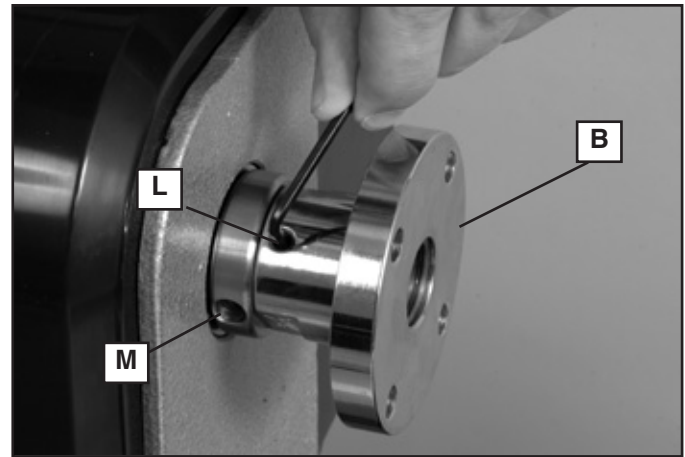
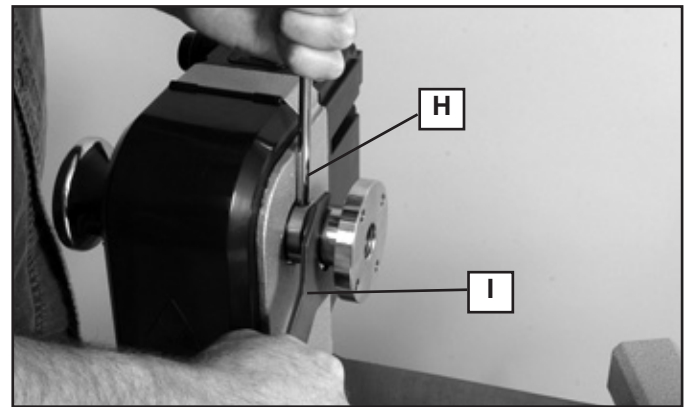
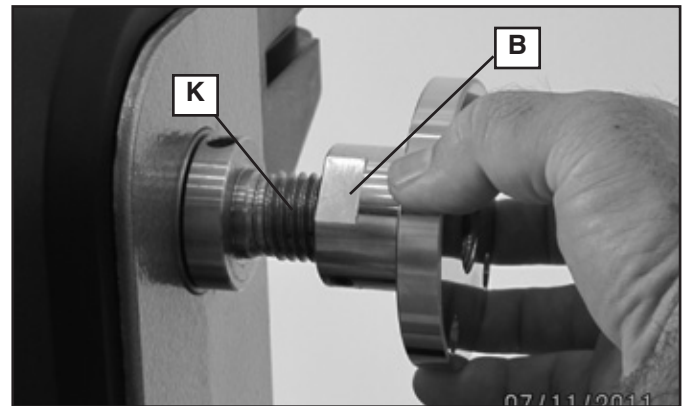

Fig. 2
Fig. 3
Fig. 4
- Para evitar lesiones, cuando utilice la placa frontal incluida de 76 mm (3 pulg.) (B) Fig. 2, no monte piezas de más de 152 mm (6 pulg.) de diámetro y hasta 152 mm (6 pulg.) de largo. Para montar piezas más grandes, asegúrese de usar una placa frontal de tamaño adecuado.
**⚠ ADVERTENCIA:** Para reducir el riesgo de lesiones, cuando utilice la placa frontal incluida de 76 mm (3 pulg.) (B) Fig. 2, no monte piezas de más de 152 mm (6 pulg.) de diámetro y hasta 152 mm (6 pulg.) de largo. Para montar piezas más grandes, asegúrese de usar una placa frontal de tamaño adecuado.
Para quitar la placa frontal, utilice la llave hexagonal incluida de 3 mm y desenrosque el tornillo de sujeción (L) al menos dos vueltas completas. Coloque la barra de extracción (H) Fig. 3 en el orificio (M) Fig. 2, coloque la llave de la placa frontal (I) Fig. 3 en las partes planas del reborde de la placa frontal (tal como se muestra en la Fig. 3) y gire la llave para aflojar la placa frontal. Una vez que haya aflojado la placa frontal (B) Fig. 2, se la podrá desenroscar.
**⚠ ADVERTENCIA:** PARA EL TORNO MIDI DELTA® MODELO 46-460 ÚNICAMENTE: Para reducir el riesgo de lesiones, si se tornea en reversa, asegúrese de ajustar bien el tornillo de sujeción (L) Fig. 2 cuando vuelva a colocar la placa frontal.
Para colocar nuevamente la placa frontal (B) Fig. 4, atorníllela en la punta del eje (K) y ajústela bien con la barra de extracción y la llave, como se muestra en la figura 3. Coloque nuevamente el tornillo de sujeción (L) Fig. 2, si lo retiró. Ajuste bien el tornillo de sujeción.